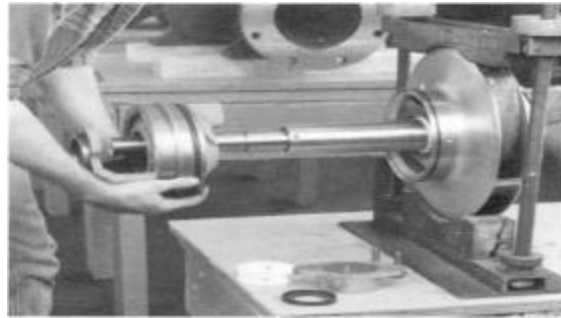

FIGURA 20 – REMOCION DE LA CAJA DE EMPAQUETADURA
- Deslice ambas cajas de empaquetadura (3-073-9) lejos del eje, trabajando los anillos deflectores (3-136-9) lejos del eje al mismo tiempo. (Consulte la Figura 20).